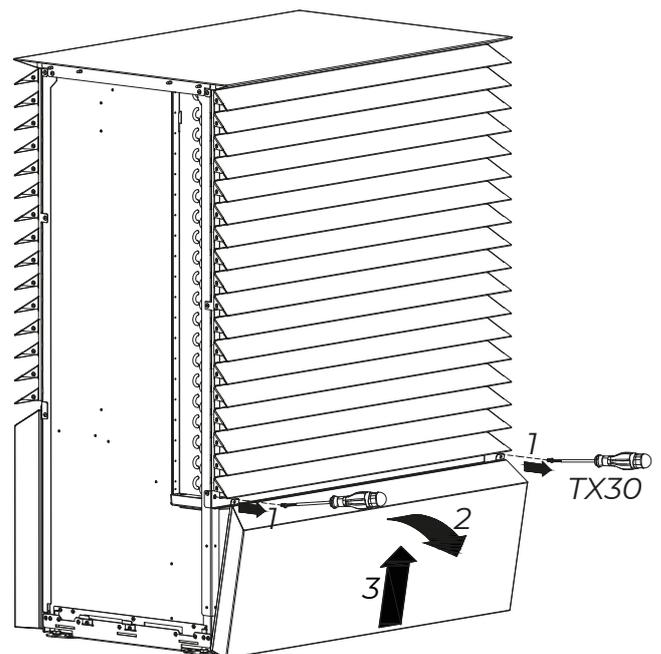

Bild 9: Deckel entfernen
Sie 2 Schrauben vom Deckel (1) auf der hinteren Seite unten (Bild 9). Entfernen Sie den Deckel, indem Sie ihn zuerst neigen (2) und dann heben (3) (Bild 9).